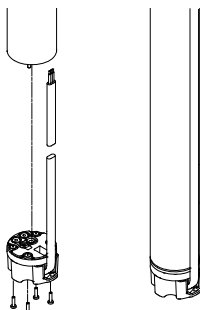

Fig. 8
4. Inserire la spina nell'attacco del motore. La spina non può essere inserita in modo errato avendo un unico modo di montaggio, vedere fig. 8.
5. Mettere e avvitare le 4 viti (1 - 1,5 Nm), vedere fig. 8.